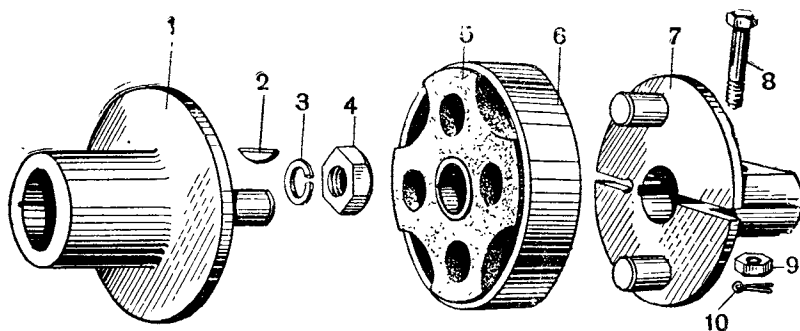

Рис. 204. Муфта привода генератора:
**Муфта привода генератора** (рис. 204) передает вращение от горизонтального валика привода валу якоря генератора. Она состоит из резинового диска 5 и двух тарелок 1 и 7.